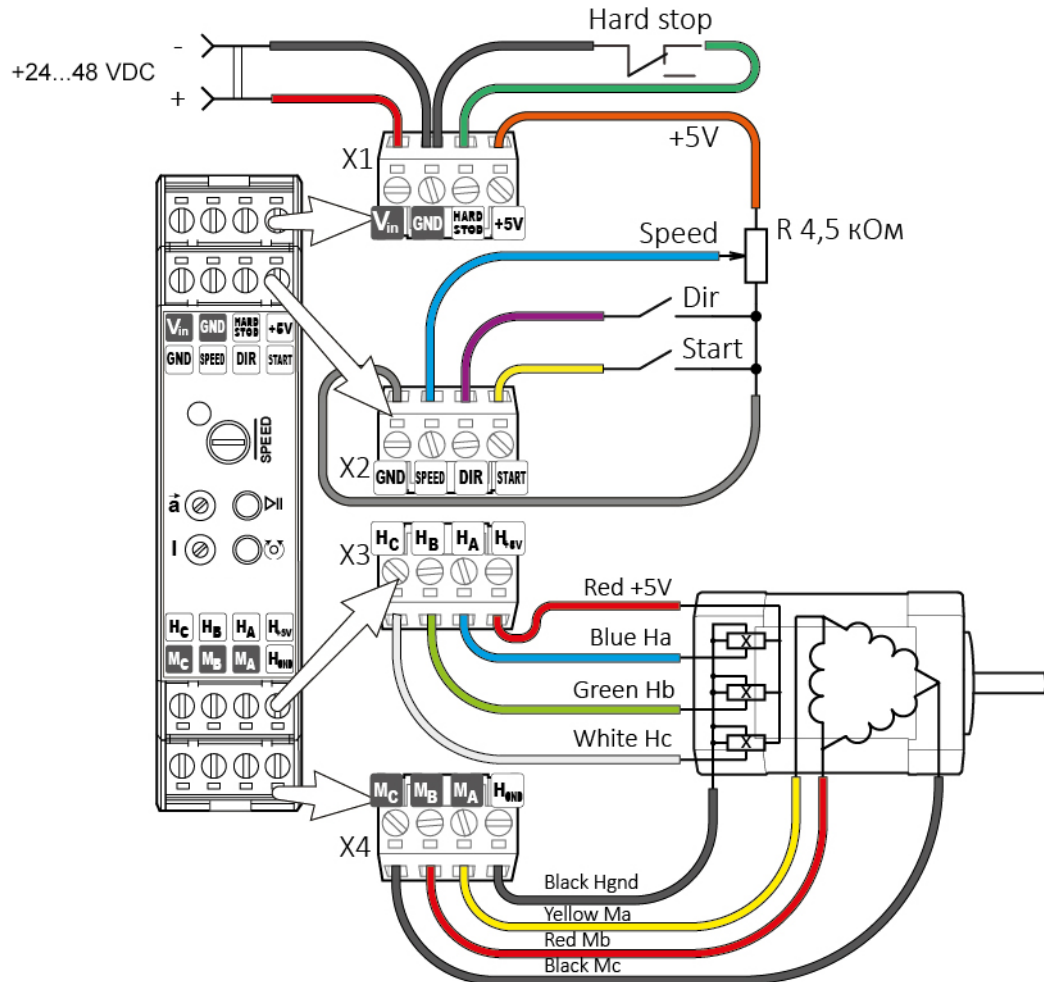

Fig.3. Schema di collegamento
Lo schema di collegamento è mostrato in Fig. 3.
2. Collegare gli elementi di controllo esterni secondo gli schemi in Fig. 3: